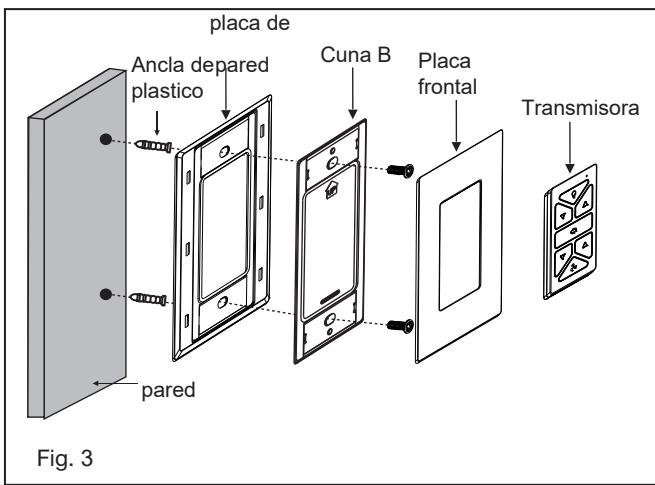

Fig. 3
1. Seleccione la ubicación deseada. Utilice la placa de pared para marcar la ubicación de los orificios de montaje. Para esta aplicación se necesitan anclajes de pared de plástico o tornillos de montaje. (Fig. 3)